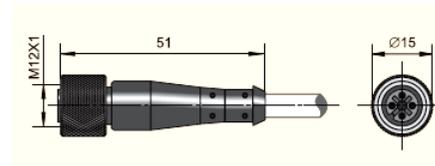

Рисунок 1. Габаритные размеры разъёма прямого исполнения
- 3.4 Внешний вид разъёмов и габаритные размеры приведены на рис. 1.